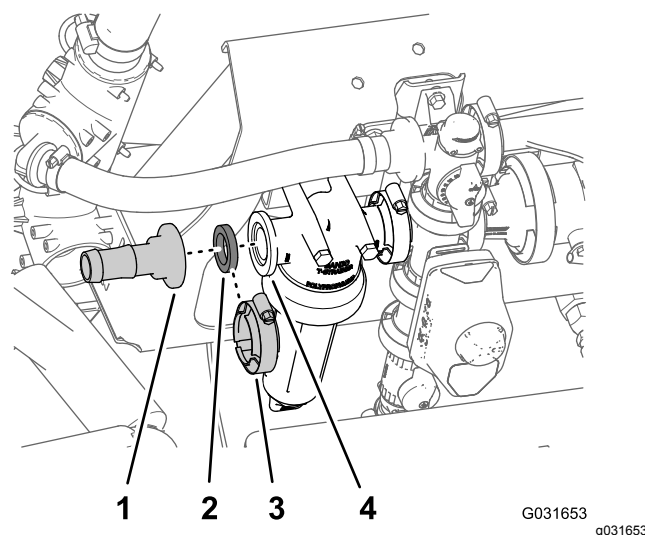

Figura 221
3. Rimuovete il morsetto flangiato che fissa il raccordo dentellato diritto e la guarnizione alla flangia della testa del filtro e rimuovete il raccordo (Figura 221).